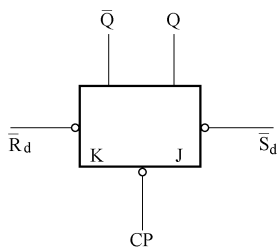

图 14-46 T 触发器电路符号
5) T 触发器。T 触发器是从主从 JK 触发器变化而来, 实际上它就是将主从 JK 触发器中的输入端 J 和 K 加上 1, 就构成一个 T 触发器, 如图 14-46 所示是 T 触发器电路符号。